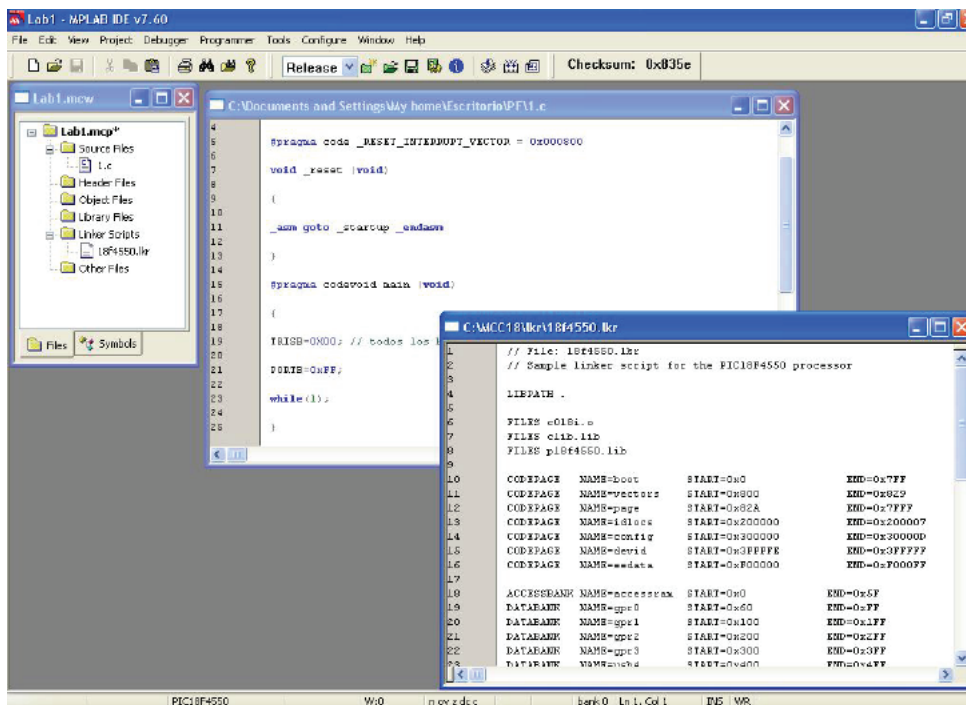

Figura E.8: Ventanas del proyecto en MPLAB.
- Guardamos este archivo *.c* y lo añadimos al proyecto en la carpeta *source files*. La apariencia del sistema de ventanas puede ser como se muestra en la Figura E.8